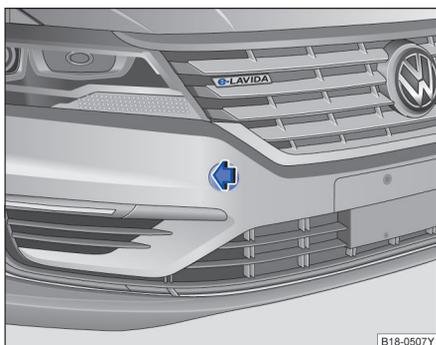

图 130 拆卸盖板
- 按压盖板的左侧区域⇒ 图 130（箭头），松开盖板的卡扣。